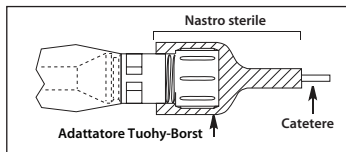

Figura 8
- L'estremità dell'adattatore Tuohy-Borst del sistema di protezione anti-contaminazione per catetere deve essere bloccata con del nastro sterile per inibire lo spostamento del catetere di inserimento (vedere Figura 8).